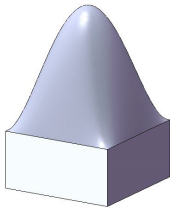

图 5-36 生成圆顶特征
(1) 单击模型的上表面，使其处于被选择状态。
(2) 选择【插入】|【特征】|【圆顶】菜单命令，系统弹出【圆顶】属性管理器。在【参数】选项组中的【到圆顶的面】选择框中显示出模型上表面的名称，设置【距离】为 210mm，单击【确定】按钮，生成圆顶特征，如图 5-36 所示。